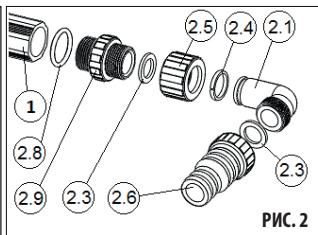
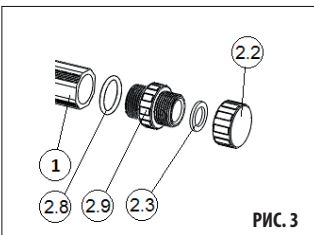

РИС. 2
РИС. 3
- 1) Соберите панель. На трубы солнечной панели навинтите футорки (2.9) с силиконовыми уплотнительными кольцами (2.8). РЕКОМЕНДУЕМ НАНЕСТИ НА ТОРЦЕВУЮ УПЛОТНИТЕЛЬНУЮ ПОВЕРХНОСТЬ ТРУБЫ СОЛЯРНОЙ ПАНЕЛИ (1) ТОНКИЙ СЛОЙ ПРИЛАГАЕМОЙ СМАЗКИ – ТАК ВЫ ИЗБЕЖИТЕ НЕГЕРМЕТИЧНЫХ СОЕДИНЕНИЙ. После этого на футорки установите патрубki для присоединения шлангов (РИС. 2) и пробки (РИС. 3). В одной из труб панелей посередине находится пробка – на этой трубе должны быть установлены патрубki для присоединения шлангов, на второй трубе установите пробки.